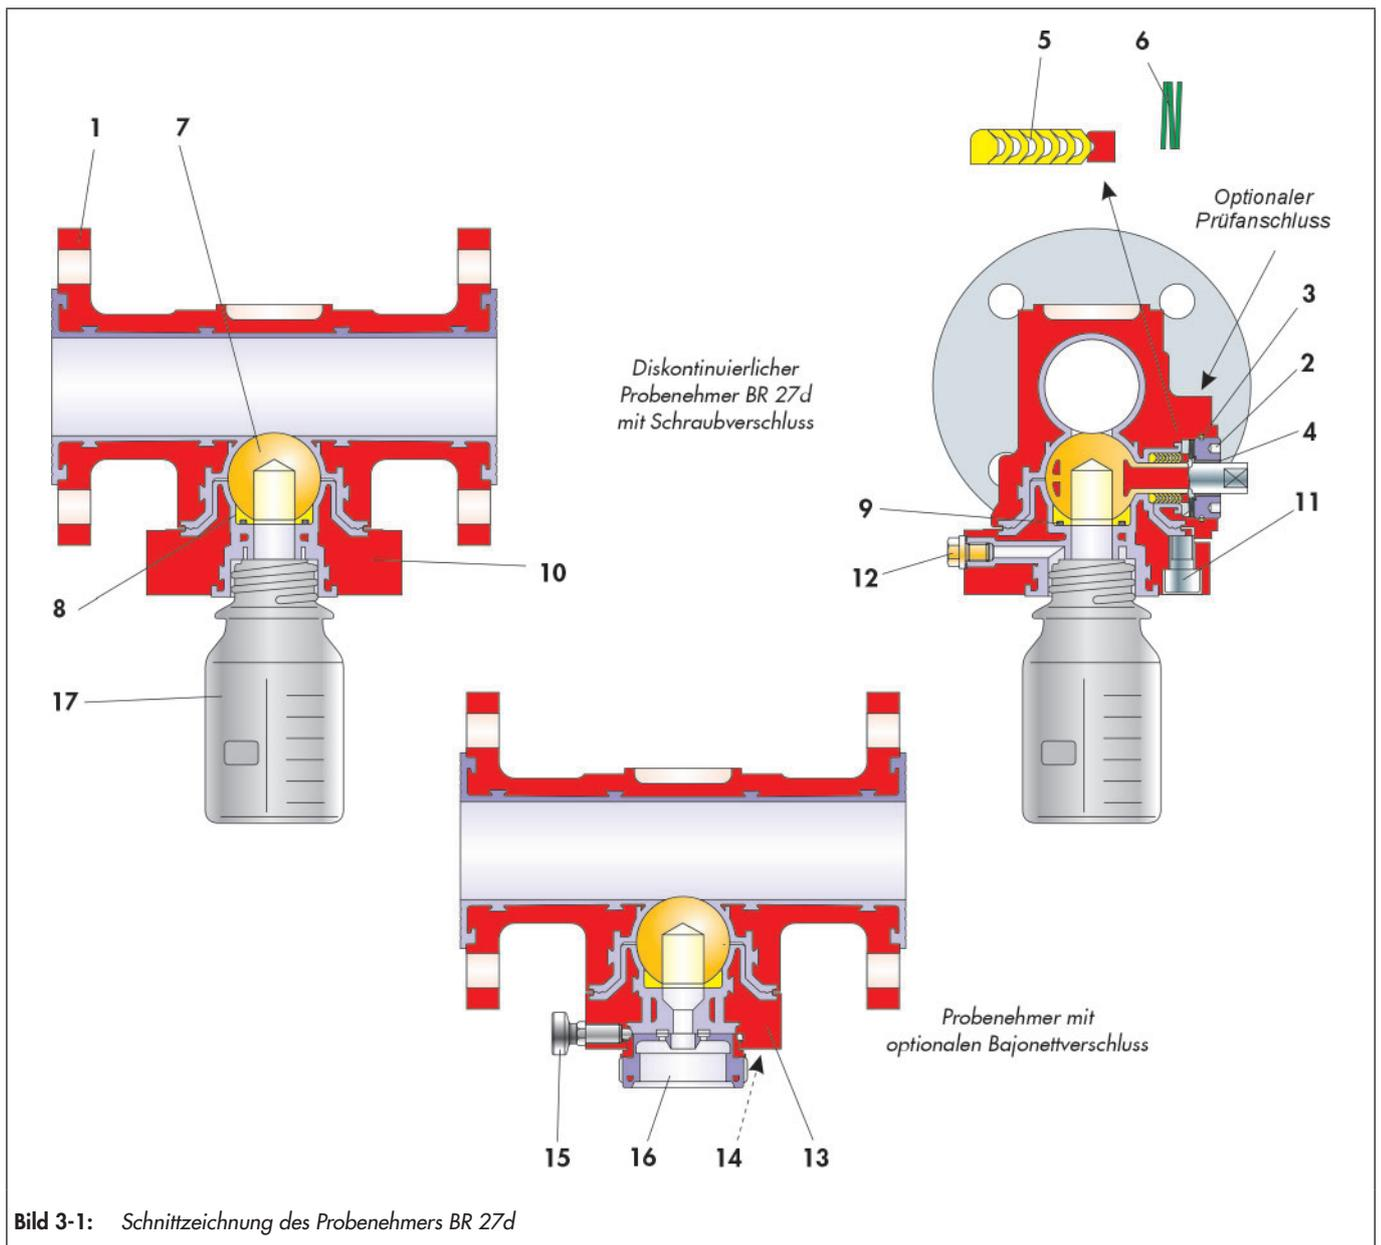

Bild 3-1: Schnittzeichnung des Probenehmers BR 27d
Die in Bild 3-1 dargestellte Lage und Anordnung der Einzelteile ist bei der Montage einzuhalten.
- ⇒ Gehäuse so drehen, dass die Welle der Entnahmekugel (7) nach oben zeigt und die Öffnung zur Stopfbuchsenmontage gut erreichbar ist.
- ⇒ Alle Ringe der Dachmanschettenpackung (5) mit Silicone-Fett einfetten.
- ⇒ V-Manschetten Ring für Ring und zuletzt den Edelstahl-Druckring einbringen. Anordnung der Packung, vgl. Bild 3-1.
- ⇒ Ring (3) einseitig trennen und in das Gehäuse in die entsprechende Nut einlegen.
- ⇒ Tellerfedersatz (6) auf die Packung (5) legen. Anordnung und Anzahl der Tellerfedern vgl. Bild 3-1.
- ⇒ Stopfbuchse (2) mit einem Spezialschlüssel in das Grundgehäuse einziehen.